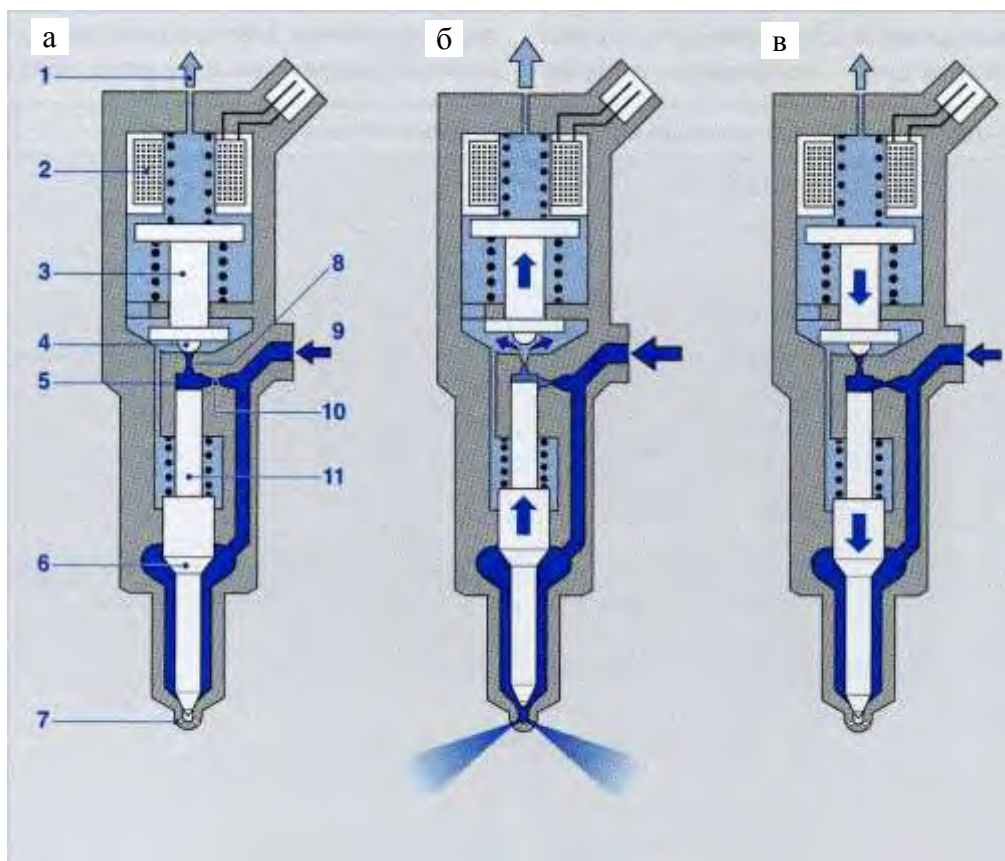
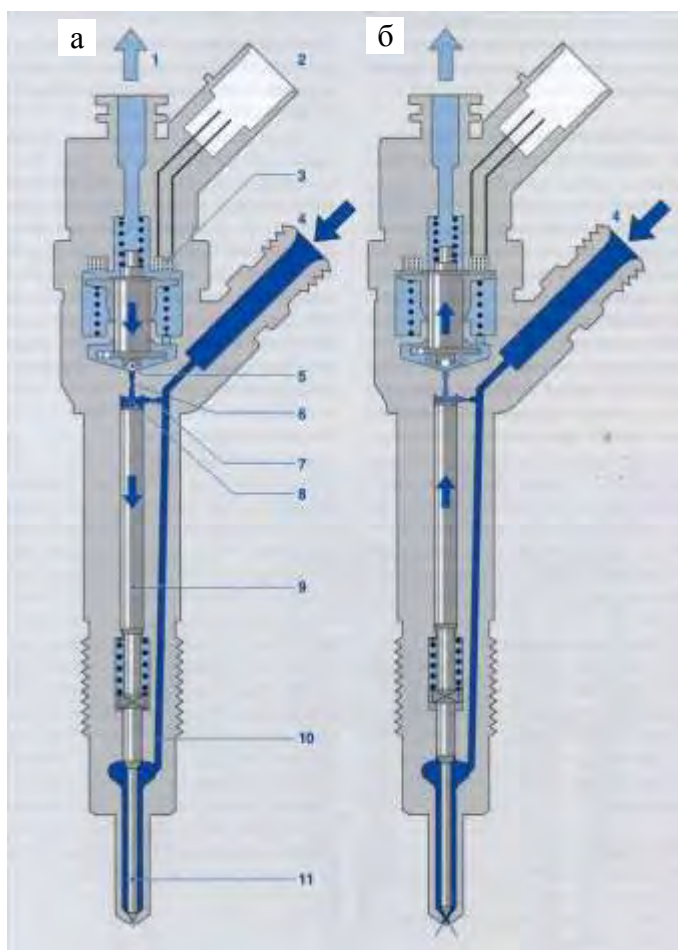

Рис.104. Принцип работы электромагнитной топливной форсунки [1]:
Рис.105. Устройство
Топливо подается по магистрали 9 высокого давления (рис.104а) через подводящий канал к распылителю форсунки, а также через дроссельное отверстие 10 подачи топлива – в камеру 5 управляющего клапана. Через дроссельное отверстие 8 отвода топлива, которое может открываться электромагнитным клапаном, камера соединяется с магистралью 1 обратного слива топлива.
При закрытом дроссельном отверстии 8 (рис.104а) гидравлическая сила, действующая сверху на поршень 11 управляющего клапана, превышает силу давления топлива снизу на конус 6 иглы распылителя. Вследствие этого игла прижимается к седлу распылителя и плотно закрывает отверстия 7 распылителя. В результате топливо не попадает в камеру сгорания.
При срабатывании электромагнитного клапана якорь электромагнита сдвигается вверх (рис.104), открывая дроссельное отверстие 8 (рис.104б). Соответственно снижаются как давление в камере управляющего клапана, так и гидравлическая сила, действующая на поршень управляющего клапана. Под действием давления топлива на конус 6 иглы распылителя отходит от седла, так что топливо через отверстия 7 распылителя попадает в камеру сгорания цилиндра. Такое не прямое управление
***Форсунка закрыта (состояние покоя).*** В состоянии покоя напряжение на электромагнитный клапан не подается (рис.105а).
Когда шарик 4 клапана прижимается пружиной к седлу (рис.104а), дроссельное отверстие 8 закрыто. В камере управляющего клапана создается высокое давление. То же давление создается в камере распылителя. Сила давления на торцевую поверхность поршня управляющего клапана и сила пружины распылителя держат иглу распылителя в закрытом состоянии, сопротивляясь усилию, которое развивает топливо, давящее на конус 6 иглы распылителя.
Форсунка находится в состоянии покоя. В момент подачи на катушку электромагнита так называемого тока страгивания электромагнитный клапан быстро срабатывает (рис.104б и рис.105б). Малое время открывания форсунки может достигаться изменением соответствующих параметров в блоке управления форсунками. Усилие электромагнита преодолевает силу пружины, якорь сдвигается, и шарик клапана открывает дроссельное отверстие. Затем величина тока страгивания снижается до величины тока удержания, которая гораздо меньше. Через дроссельное отверстие топливо из камеры управляющего клапана перетекает в магистраль обратного слива.
Дроссельное отверстие 7 подачи топлива (рис.105а) предотвращает полное выравнивание давления, благодаря чему давление в камере управляющего клапана снижается до меньшей величины, чем давление в камере распылителя. Пониженное давление в камере управляющего клапана и действие пружины, которая давит на поршень управляющего клапана, преодолеваются давлением в камере распылителя на конус иглы распылителя, за счет чего сдвигается поршень управляющего клапана вместе с иглой распылителя. Начинается впрыск топлива.